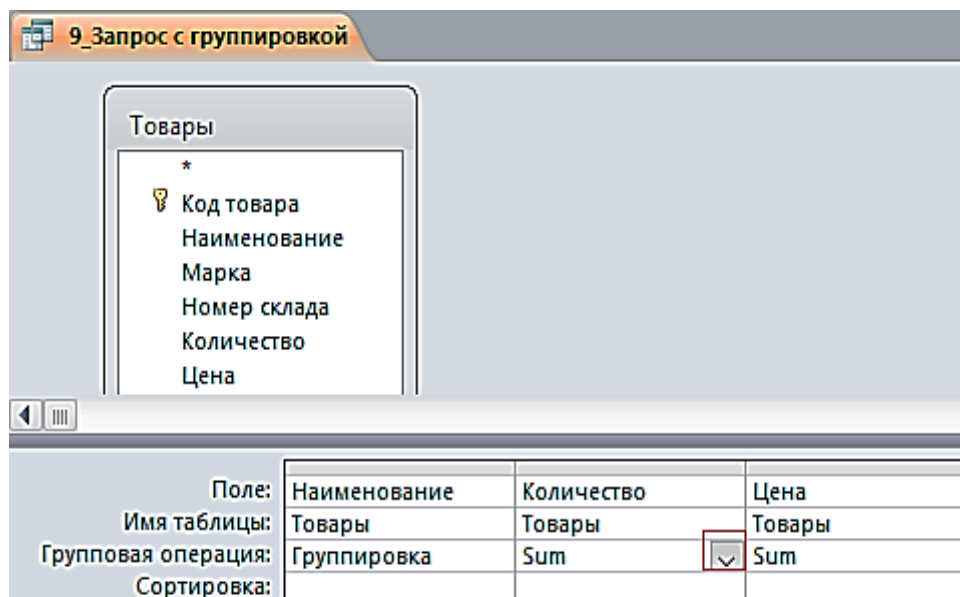

Рис. 2.16. Запрос с группировкой по коду товара и суммированием количества и цены в группе
5. В столбцах «**Количество**» и «**Цена**» замените слово **Группировка** на функцию **Sum**. Для этого вызовите раскрывающийся список и выберите эту функцию (рис. 2.16).